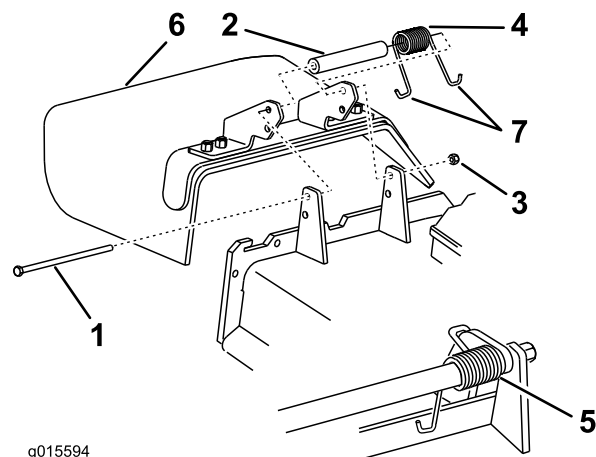

Figure 88
Remarque: Prenez soin de placer une extrémité en **J** du ressort derrière le bord du tablier avant de mettre le boulon en place, comme illustré à la Figure 88.
- Remettez le boulon et l'écrou. Accrochez l'extrémité en **J** du ressort au déflecteur d'herbe (Figure 88).
- Retirez le contre-écrou, le boulon, le ressort et l'entretoise qui fixent le déflecteur aux supports de pivot (Figure 88). Enlevez le déflecteur s'il est endommagé ou usé.